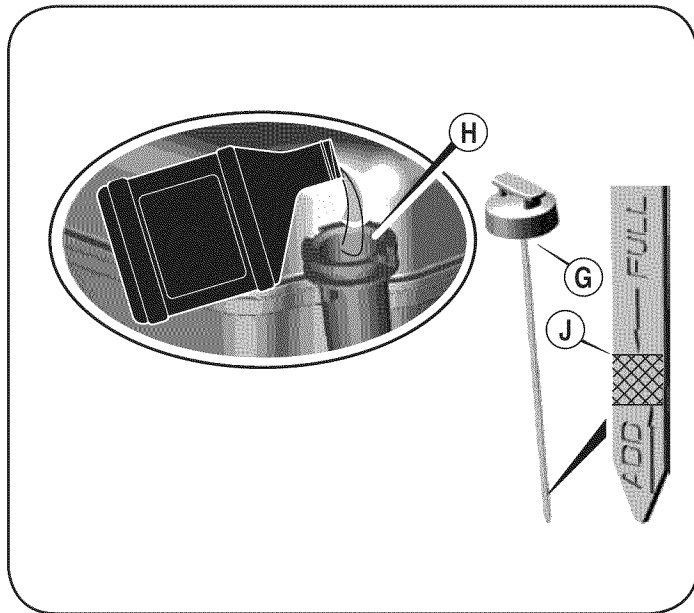

Figura 5
1. Saque la varilla del nivel de aceite (G).
2. Con la cortadora de césped ubicada en suelo nivelado, vierta el aceite lentamente por dentro del tubo de llenado de aceite del motor (H) hasta la marca de límite alto en la varilla medidora del nivel de aceite (J). Vea la Figura 5.
3. Coloque y ajuste la varilla indicadora. Luego quítela para revisar el nivel de aceite. Vea la Figura 5.